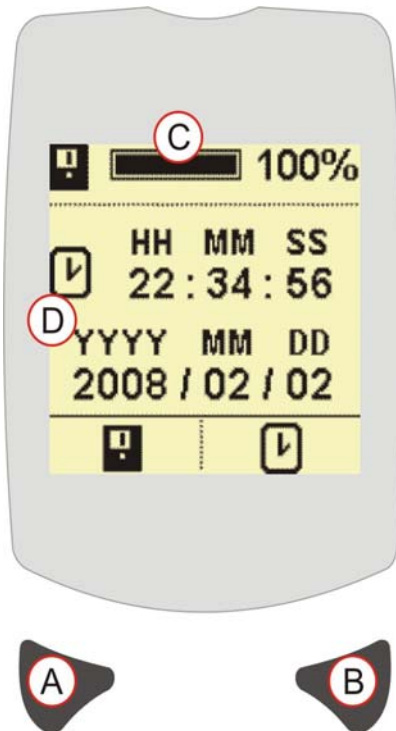

Figura 10 Ecrã de Hora e Data
O indicador de memória na Figura 10 (C) mostra 100%, o que significa que a memória está cheia. Não pode ser armazenado mais nenhum dado. Para apagar a memória, premir o botão Esquerdo (A) para aceder ao Ecrã para Apagar Memória (Consultar ECRÃ PARA APAGAR MEMÓRIA). Certificar-se de que foram descarregadas medições utilizando o programa dB24 antes de apagar.
A Figura 10 (D) mostra a hora e data definida no aparelho. Premir o botão Direito(B) para aceder ao Ecrã de Ajuste de Hora e Data (Consultar ECRÃ DE AJUSTE DE HORA E DATA).